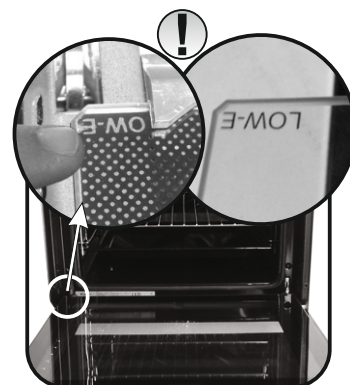

Figuur 6
- * Voor pyrolyse ovens, verwijder ook het tweede en derde glas. (figuur 6)